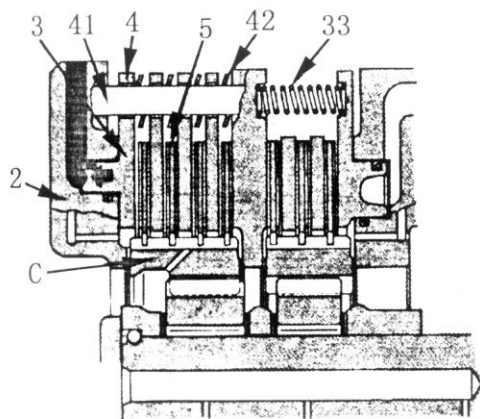

Рис. 5-29.
При отключении муфты № 5 (см. рис. 5-29) давление масла из управляющего клапана подается в окно и приводит в движение поршень (26). Одновременно масло запирает отверстие запорного клапана шариком (17). Муфта немедленно отключается.